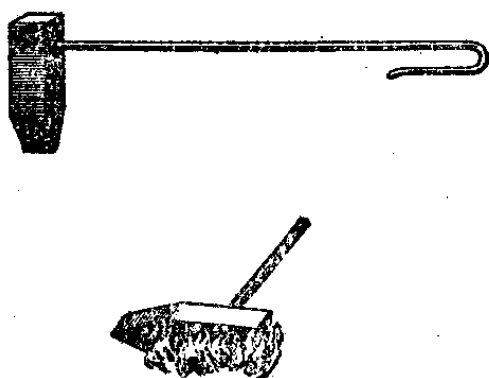

图 2-4
4. 烙铁：烙铁是金属焊接的主要工具。烙铁分火烙铁和电烙铁两种，火烙铁使用的时候是放在火上烤热的，电烙铁是利用电流的热效应来加热的。火烙铁常见的形状如图 2-4，它是利用一块紫铜，把一端做成尖形，称为烙铁头。烙铁柄用铁丝或其他金属丝做。使用的时候把烙铁放在木炭或煤炭火上烤，在烤的时候烙铁头应向上，不要与火焰直接接触，否则烙铁头会弄脏的，弄脏以后就不能焊锡，影响焊接工作。另外，烙铁的加热温度不能过高，也不能过低。如果温度不够时，锡涂到烙铁头上去成糊状，颜色是